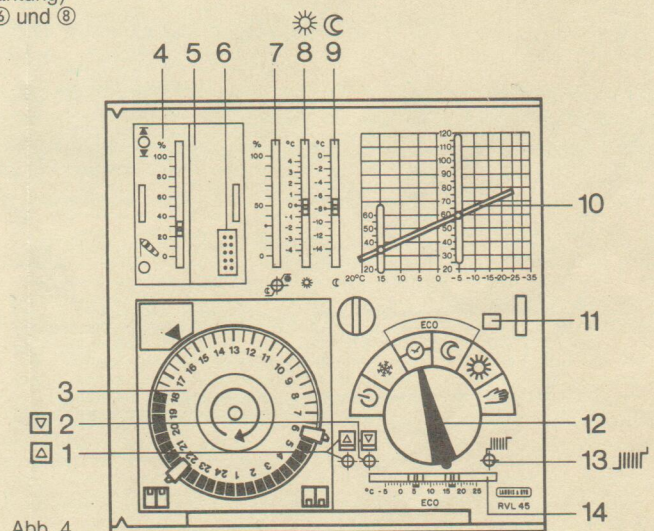

Abb. 4
- Schnellaufheizung auf «0» stellen (Abb. 4, Pos. 7)
- Standardeinschub, falls vorhanden, herausnehmen (Abb. 4, Pos. 4)
- Flexeinschub (Abb. 4, Pos. 6), falls mit Steckeröffnung versehen, herausnehmen und wie folgt einstellen:
- Testschalter ziehen (Abb. 3 und Abb. 4, Pos. 11) Achtung! Beim Schließen der Tür wird er automatisch wieder zurückgestellt.
- Beide ECO-Schieber (Abb. 4, Pos. 14) ganz nach rechts schieben.
2. Programmwahlschalter (Abb. 4, Pos. 12) auf  stellen
- wenn nicht, siehe ①
- wenn nicht, siehe ②
- läuft nicht auf, siehe ③
- läuft nicht zu, siehe ③
- läuft auf statt zu, siehe ④
6. Heizkurve (Abb. 4, Pos. 10) links ganz nach oben und rechts auf 70 °C, roten Schieber  ganz nach oben, Programmwahlschalter auf
4. Heizkurve (Abb. 4, Pos. 10) links ganz nach oben und rechts auf 70 °C, roten Schieber  ganz nach oben, Programmwahlschalter auf
3. Heizkurve (Abb. 4, Pos. 10) rechts ganz nach unten, roten Schieber  und blauen Schieber  ganz nach unten, Programmwahlschalter auf
- wenn doch, siehe ⑥ und ⑧
- wenn nicht, siehe ⑤
- wenn nicht, siehe ⑦